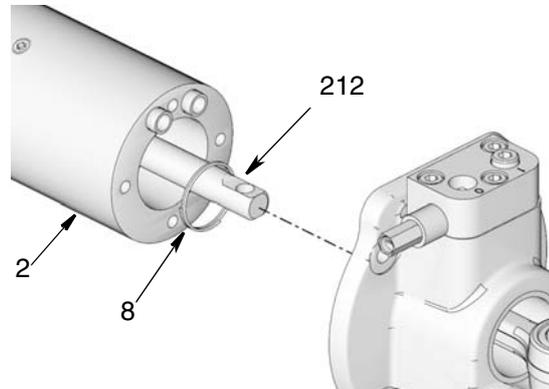

Рис. 25
12. Отделите выталкивающий шток (212) от соединительного штока (102) и разделите эти секции. Отложите секцию (102) в безопасное место. Она потребуется Вам для обратной сборки. (Рис. 25).